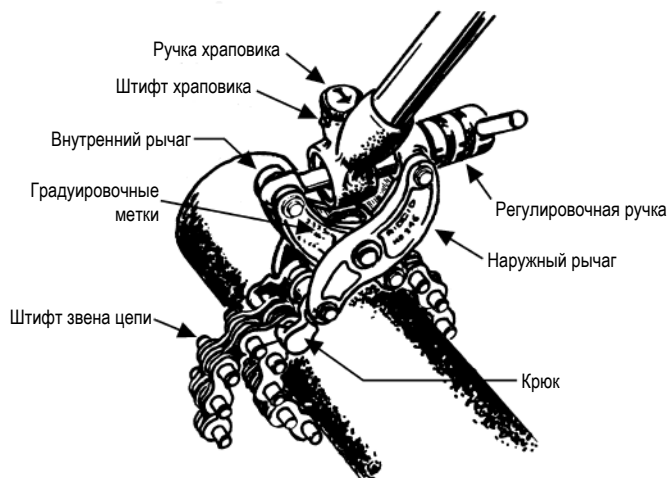

Рис. 1
5. Повернуть ручки храповика так, чтобы стрелка была направлена на красную рукоятку. (См. рис. 1). Цепь следует надлежащим образом отрегулировать, чтобы обеспечить достаточный для режущего действия рабочий ход.